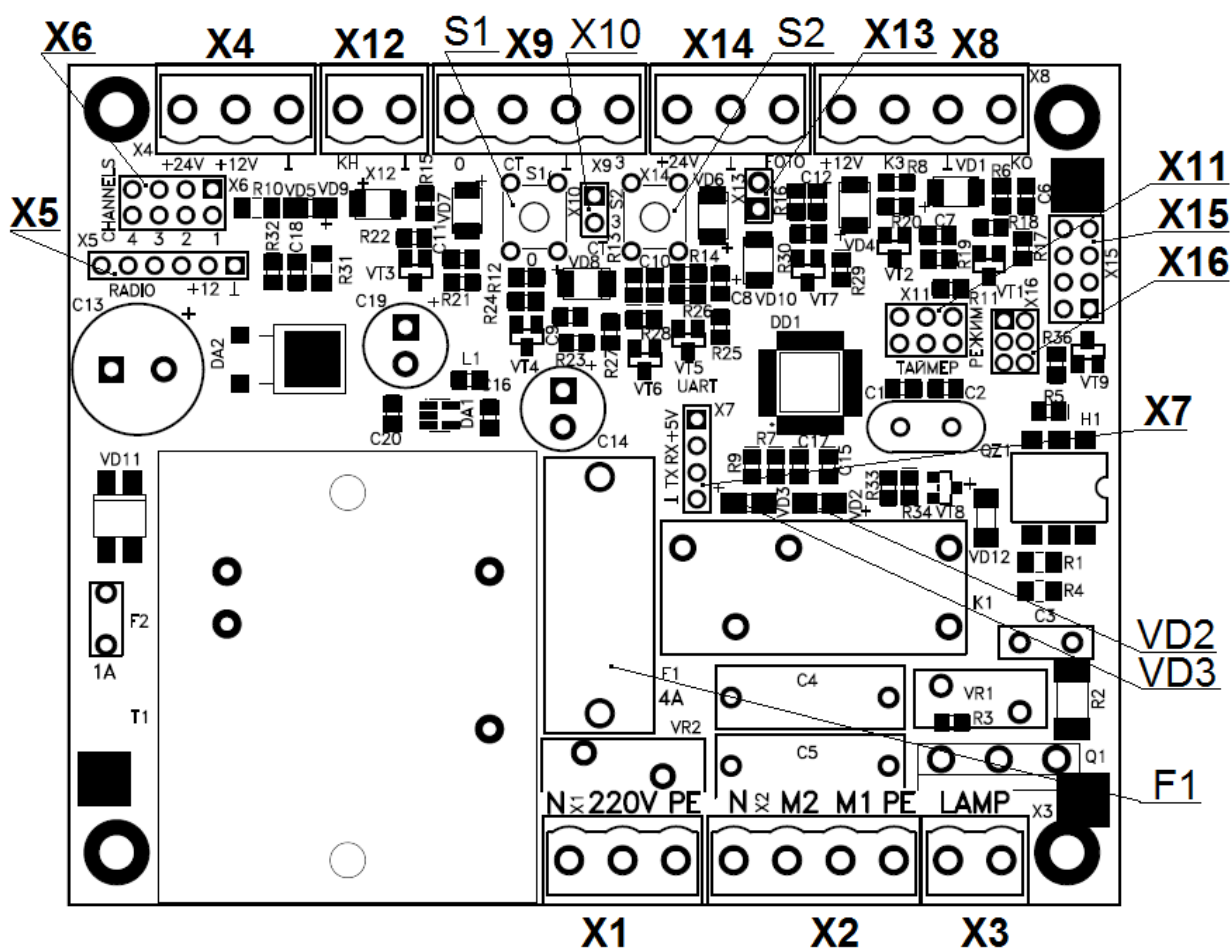

Рисунок 6
Питание шлагбаума однофазное, подключается к разъему X1 (см. Рисунок 6)
Фотоэлементы подключаются к разъему X14 (см. Рисунок 6)
При отсутствии фотоэлементов на переключателе X13 (см. Рисунок 6) должен быть установлен джампер. При отсутствии перемычки шлагбаум не будет закрываться.
Подключается к разъему X9 (см. Рисунок 6)
3. Блок перейдет в режим настройки задержки таймера. Количеством миганий индикаторов открытия и закрытия (см. Рисунок 6) отобразится текущее время задержки в секундах кратное 5. (3 мигания – 15 секунд)
При наличии фотоэлементов можно активировать функцию авто-закрытия шлагбаума, установив переключку возле подписи «РЕЖИМ», на колодке выбора режима **X11** (см. Рисунок 6).